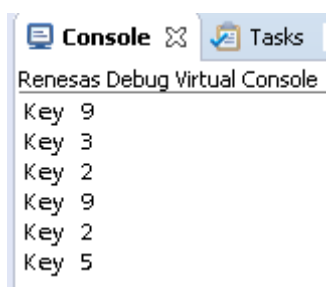

図 3 キーマトリクス HAL モジュールのアプリケーションプロジェクトのサンプル出力
9. セミホスト機能が有効になっている場合、図 3 に示すように、Renesas Debug Virtual Console (Renesas デバッグ仮想コンソール) で出力を確認できます。